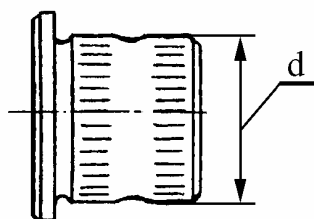

Рис.28. Втулка шестерни.
4.10 ВТУЛКА ШЕСТЕРНИ 2101-1701113 (рис.28).